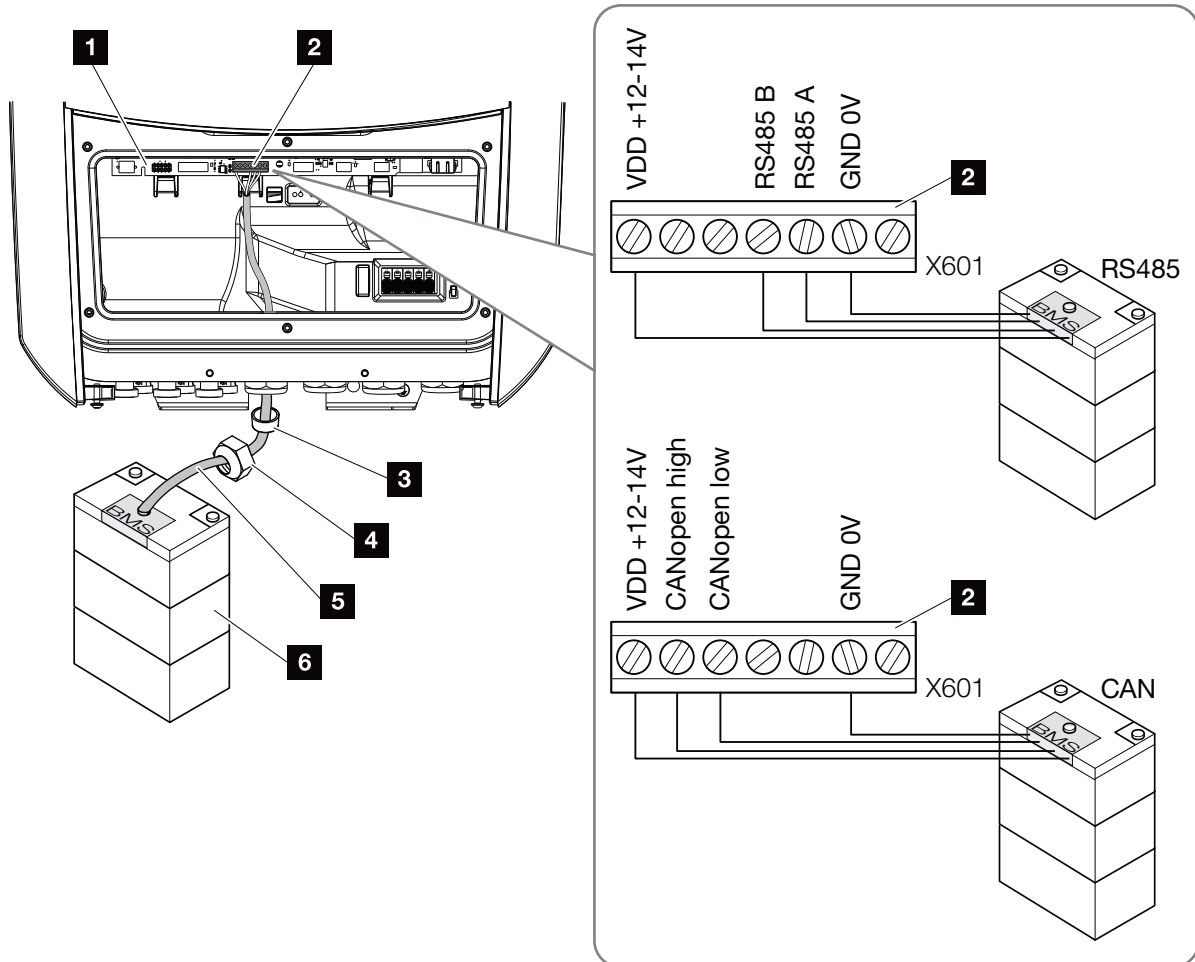

Abb. 36: Anschluss Batterie Kommunikation RS485 oder CAN
3. Das-Kommunikationskabel (RS485 oder CAN) an die Kommunikationsschnittstelle des Smart Communication Boards anschließen. **Abb. 36 Pos. 2**